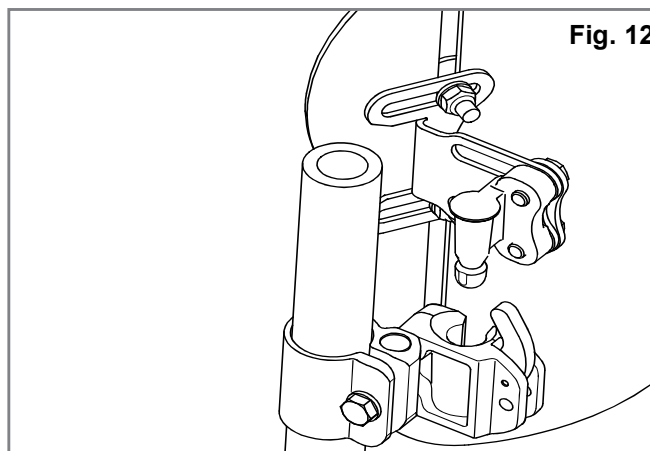

Fig. 12
- Fastgør J3 Carbon ryglænet til monteringshardwaren ved at sætte låsestifterne ind i låsene, (Fig. 12).